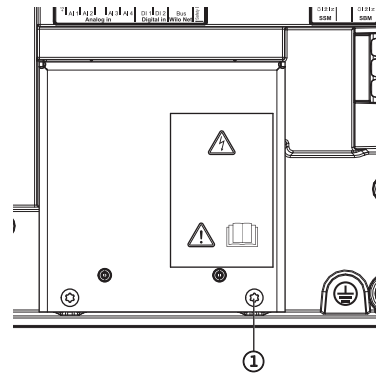

Fig. 114: EMC-beskyttelsesplate
4. Løsne skruene på EMC-beskyttelsesplaten (Fig. 114, pos. 1) og fjern beskyttelsesplaten.